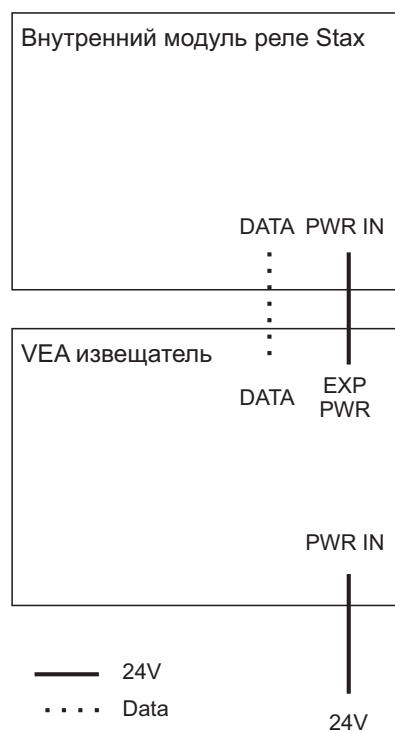

Рис. 4-23: Один извещатель VEA и модуль Local Relay StaX
- Извещатель с одним модулем Local Relay StaX (Рис. 4-23)